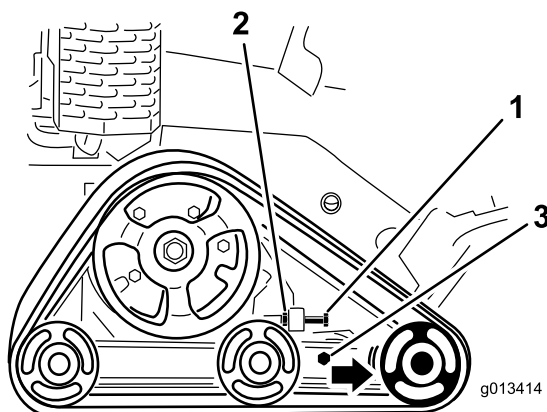

Figura 45
3. Afloje la contratuerca del perno tensor de la oruga, y los pernos de fijación del brazo tensor (Figura 45).
4. Apriete el perno tensor a 32.5–41 Nm (24–30 pies-libra) para tensar la oruga (Figura 45).
4. Afloje el perno tensor y la contratuerca (Figura 45).
5. Afloje los pernos de fijación (Figura 45).